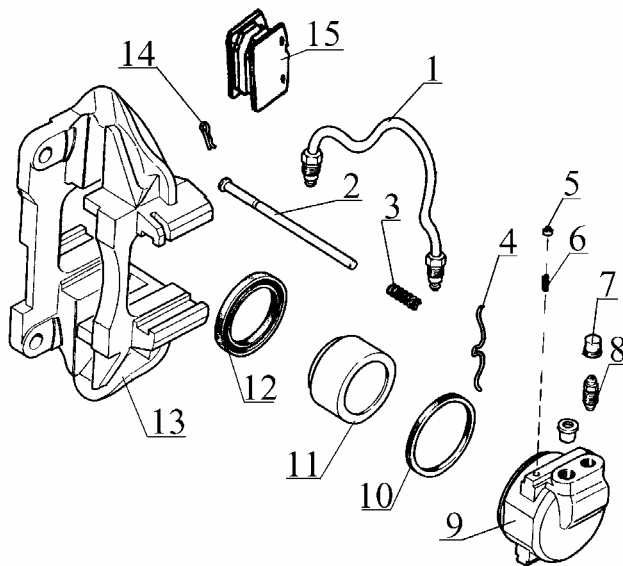

Рис.4 Детали суппорта переднего тормоза 2101-3501010-02/11-02:
Детали суппортов передних тормозов 2101, 2121 и 2108/10/12 приведены на рис. 4, 5 и 6 соответственно.
4.2 Снять соединительную трубку 1, рис.4 (ключ 67.7812-9525).